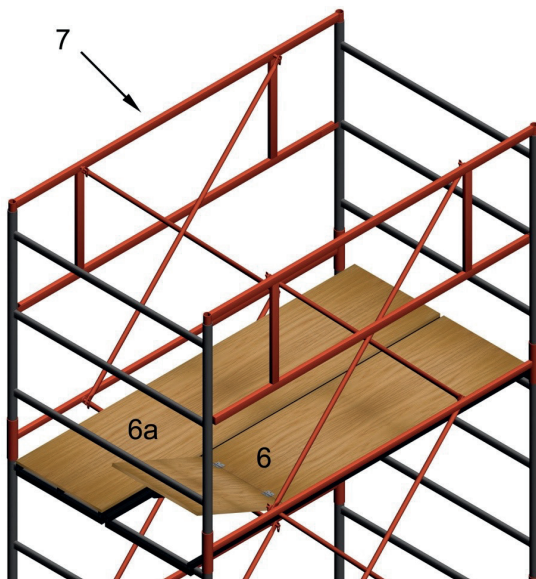

рис. 2
- 4.6. Используя флажковые замки, соединить гантели (4) и базы (1) стяжками (5) (рис. 2).